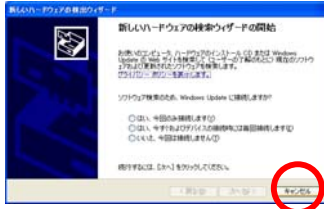

図 4.1-1 新しいハードウェアの検索ウィザードの開始
- (1) Windows XP を起動し、アドミニストレータ権限を持ったユーザーでログオンします。
- (2) **{新しいハードウェアが見つかりました}** に続き、**{新しいハードウェアの検索ウィザードの開始}**の画面(図 4.1-1)が表示されたら、そのまま**{キャンセル}**をクリックします。